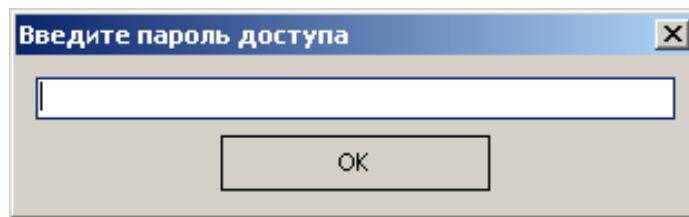

Рисунок 24
5) нажать кнопку «Прошить». Перед Вами появится окно (Рисунок 24):